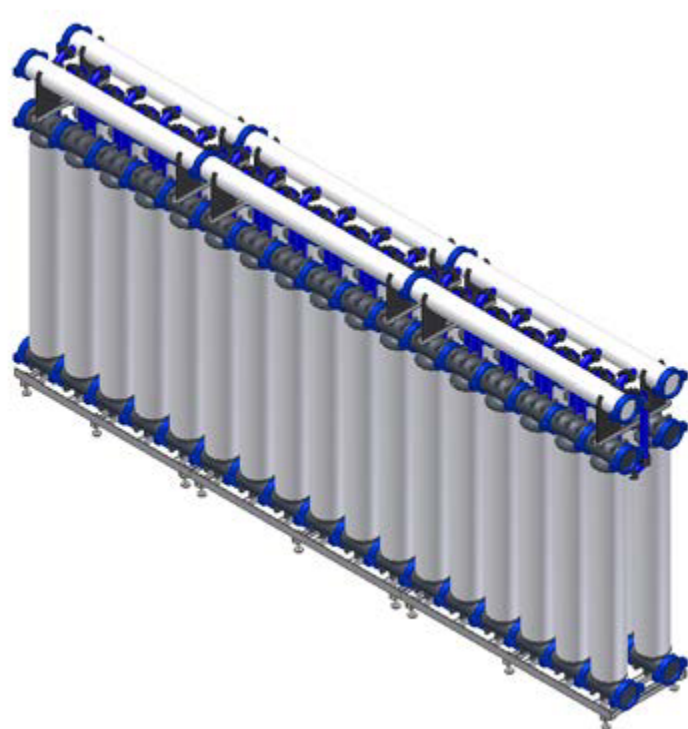
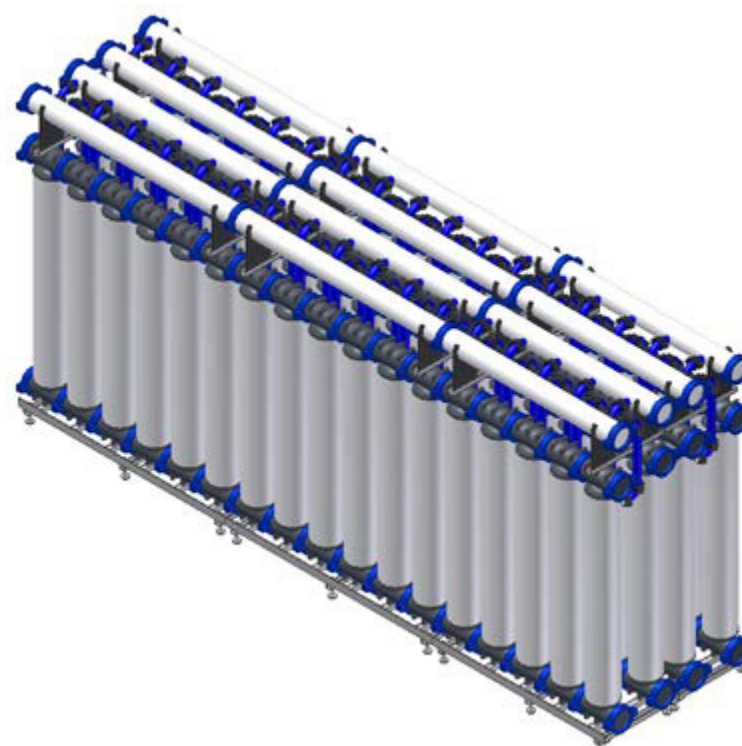

Рисунок 2-11: 34 модуля dizzer XL в а двухрядная Т-образная стойка® 3.0 конфигурация
Рисунок 2-12: 68 модулей dizzer® XL в а 4-рядная тройниковая стойка® 3.0 конфигурация
T-Rack 3.0 может быть собран как единая система, содержащая до 68 (136) МКФ dizzer® модули (точное количество зависит от типа модуля и системы /конфигурации T-Rack; подробнее см. раздел "Сборка и техническое обслуживание") с производительностью около 3300 оборотов в минуту (750 м³ / ч) (в зависимости от качества воды). Конфигурация системы отличается высокой гибкостью и может быть точно адаптирована к требованиям на месте в каждом конкретном случае. Например, можно сконструировать T-Rack@ из 34 модулей, состоящих из трех подсекторов размером 2x12 и 1x10 модули – которые соединяются последовательно (двухрядное расположение, см. Рисунок 2-11). В качестве альтернативы, блоки T-Rack@ могут быть расположены рядом друг с другом (четырёхрядное расположение, см. Рисунок 2-12). Четырёхрядная конструкция обеспечивает высокую степень гибкости, позволяя использовать до четырех независимых линий ультрафильтрации (при условии, что конфигурация трубопровода подходит).